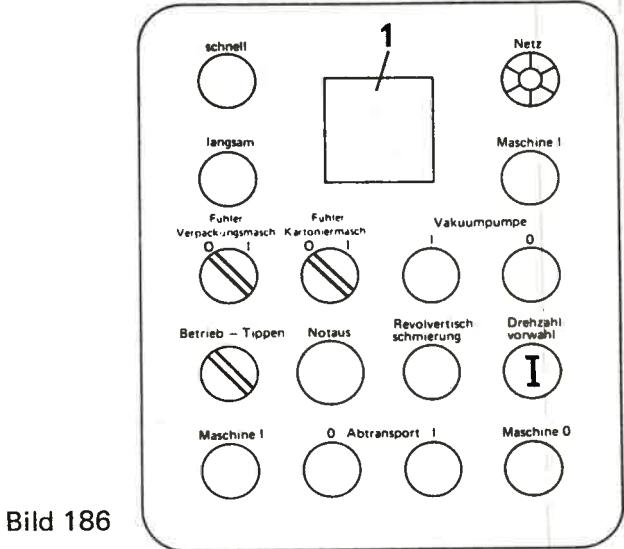

Bild 186
1. Bei stillstehender Maschine die zuletzt vorge-wählte Drehzahl durch Betätigung des Tasters „Drehzahlvorwahl“ (Bild 186) löschen.
Der Zeiger der Anzeige (Päckchen pro Minute) (Bild 186/1) steigt bis zur zuletzt eingestellten Päckchenzahl (Drehzahl x 2), fällt dann auf „0“ ab.